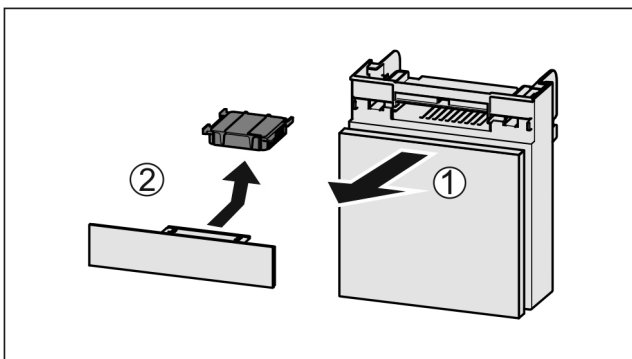

Fig. 175
- ▶ Fach nach vorne herausziehen Fig. 175 (1).
- ▶ Aktivkohlefilter entnehmen Fig. 175 (2).